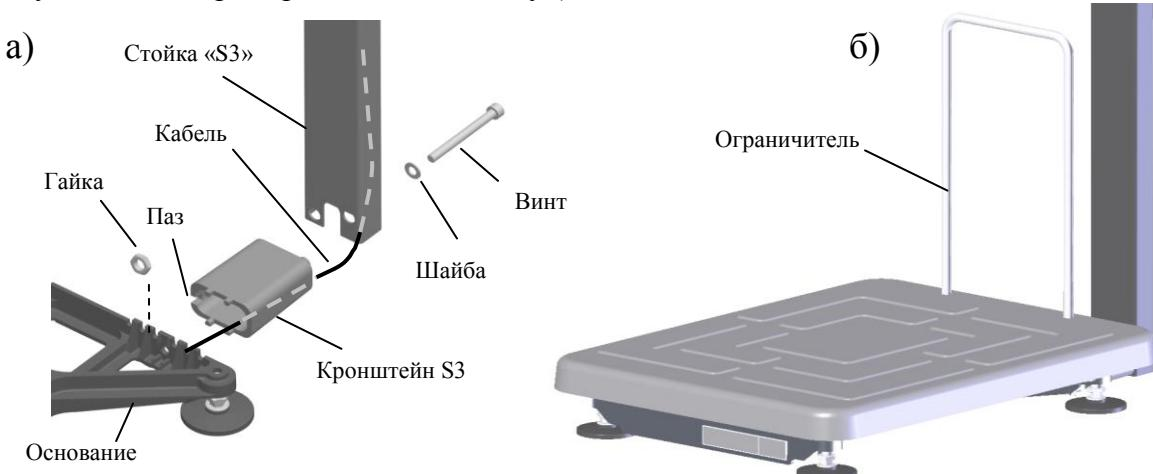

Рис. 5.2 – Крепление прямоугольной стойки к модулю TB-S\_
- Протянуть кабель через кронштейн и стойку (см. Рис. 5.2 а);
Вложить в винт M8x130 шайбу 8. Вставить винт в отверстие стойки и пропустить его сквозь стойку, кронштейн (положение паза кронштейна см. на Рис. 5.2а) и основание модуля. Стянуть винт гайкой M8.
- Плотно вставить в отверстия платформы ограничитель (Рис. 5.2 б).